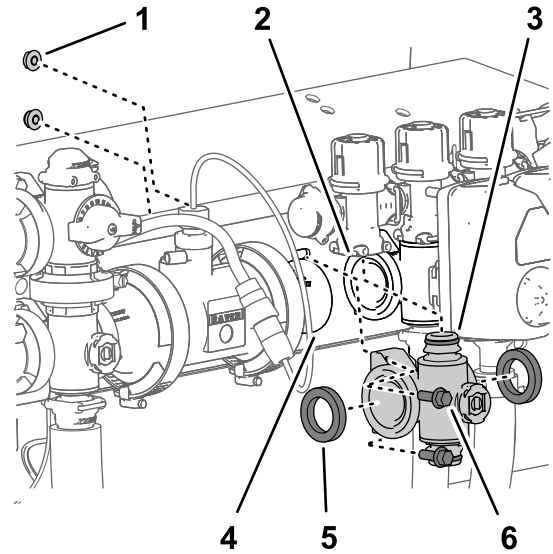

Figura 108
- En los distribuidores de las válvulas de sección izquierdo o derecho, retire los 2 pernos con arandela prensada ($\frac{1}{4}$ " x $\frac{3}{4}$ ") y las 2 tuercas con arandela prensada ($\frac{1}{4}$ ") que sujetan el distribuidor de la válvula de sección al panel de montaje de las válvulas (Figura 108).
- Mueva el distribuidor de la válvula de sección y las juntas hacia abajo hasta que estén libres de la válvula de desvío de sección, y luego retírelos de la máquina (Figura 108).